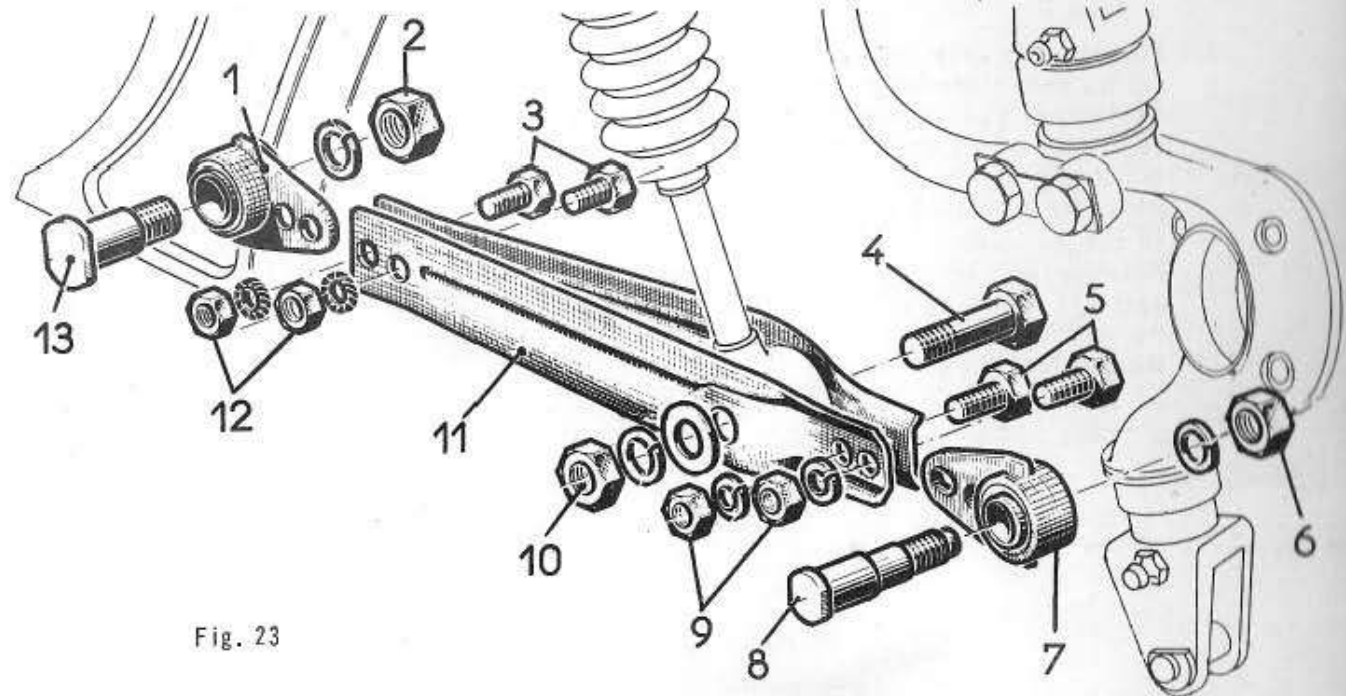

Fig. 23
<p>318 - DEPOSE et POSE des LEVIERS de REACTION (un côté) - (Fig. 23)</p> <p>- Dépose -</p> <ol style="list-style-type: none"> 1) Déposer l'enjoliveur, débloquer les cinq écrous de la roue. Mettre la voiture sur cales. Déposer les cinq écrous et la roue. 2) Déposer les deux écrous (12), les deux rondelles et les deux vis (3 - Fig. 23). 	<p>vilebrequin</p> <p>plate et à pipe de 14</p>
319 - REMPLACEMENT d'un SILENTBLOC de LEVIERS de REACTION (côté pivot) (Fig. 23)
- 2) Débloquer l'écrou (10 - Fig. 23).